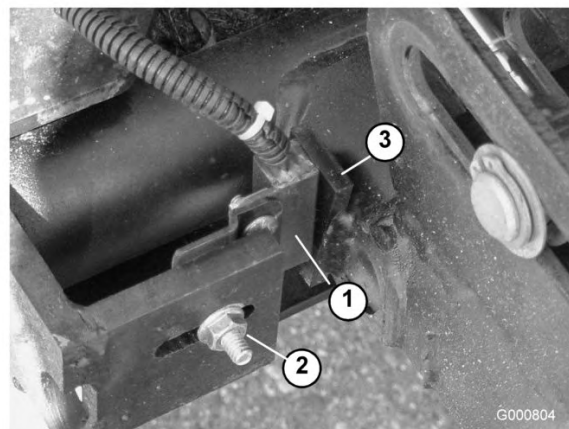

Bild 87
- Lösen Sie die Schlossschraubenmutter, mit der die Hubarm-Schalterhalterung an den Hubarmen Nr. 4, Nr. 6 und Nr. 7 befestigt ist (Bild 87). Bild zeigt Nr. 4.